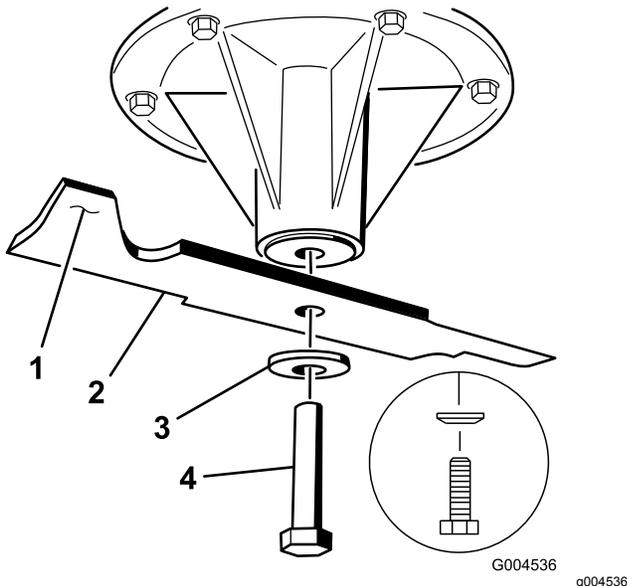

Figure 100
2. Enlevez de l'axe, le boulon, la rondelle bombée et la lame (Figure 100).
3. Si la lame est déséquilibrée, limez un peu l'extrémité de l'ailette seulement (Figure 100).